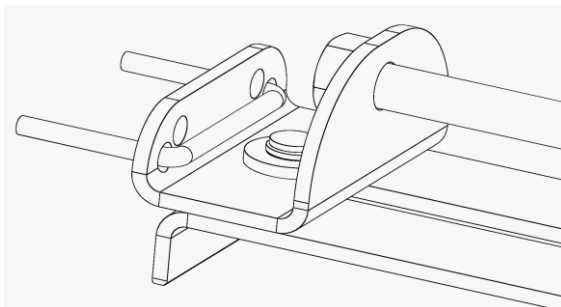

Рис.8.1 - Протяжка троса через одну сторону фиксатора
8.1 Протянуть трос через одну сторону фиксатора (см. рис. 8.1) так, чтобы его свободные концы оказались примерно одинаковой длины: